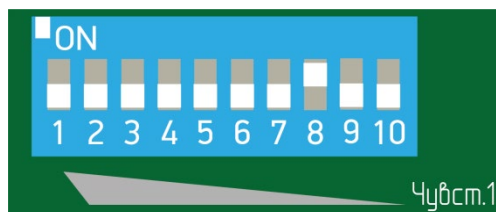

Рисунок 7.19
– установить флажок 8 переключателя регулировки чувствительности в положение «ON» (верхнее положение), все остальные флажки в нижнее положение (рисунок 7.19);